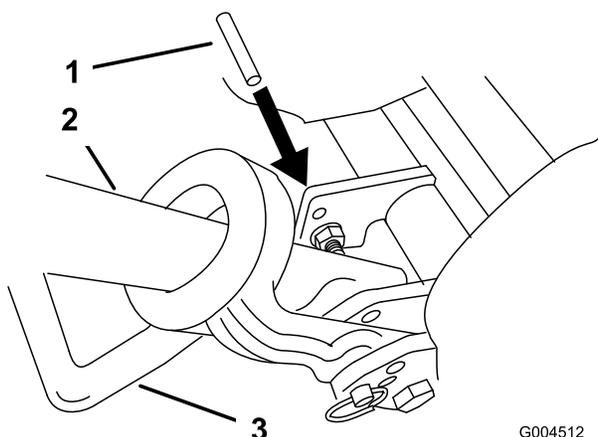

図 3
2. キック・スタンドを立てる。キック・スタンド取り付けボルトの上にあるフレームの穴に、6.4 mm 径のピン (図 3) を差し込む。